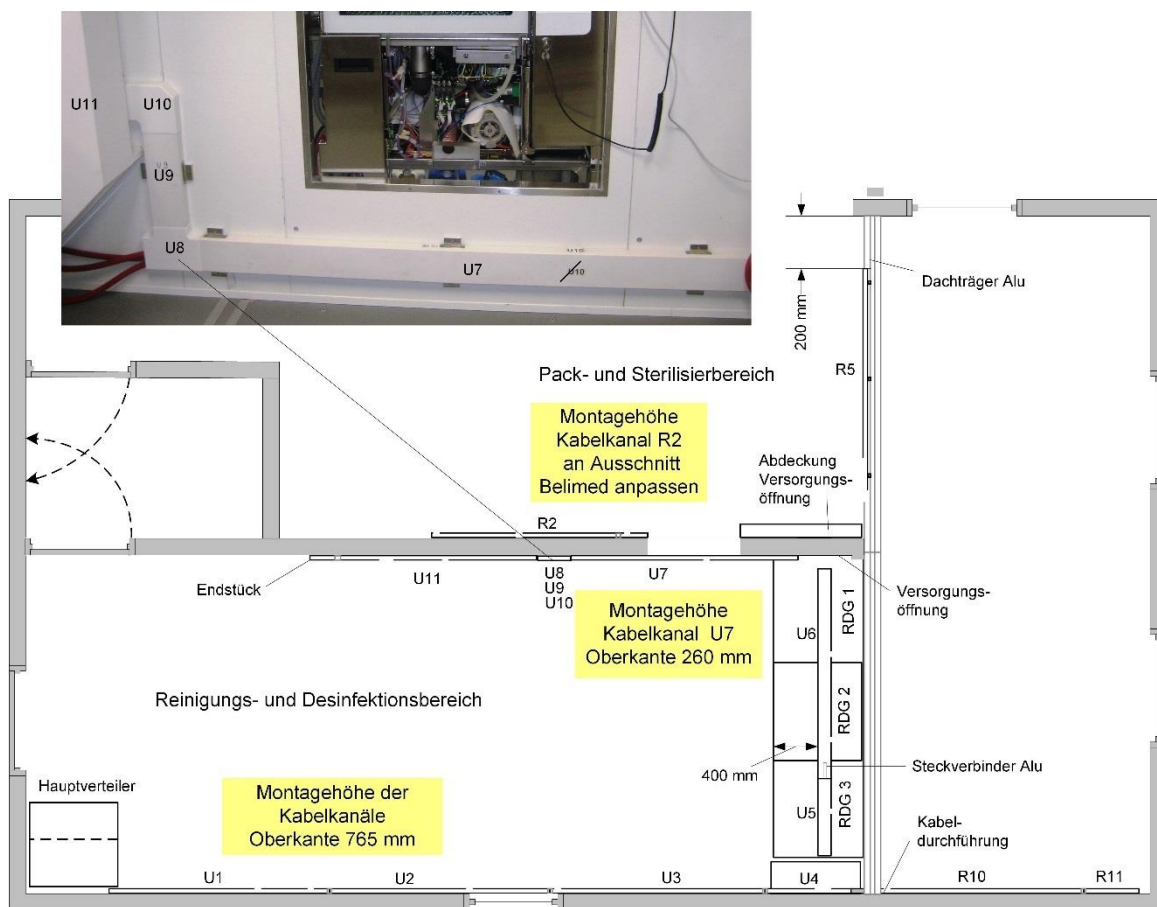

Abb. 3: Position der Kabelkanäle, Endstücke und Steckverbinder im Grundriss CRM
- ◆ Befestigen Sie die Kabelkanäle U7 bis U11 an der Trennwand. Maße siehe Abb. 3:
- ◆ Befestigen Sie den Kabelkanal R2 rechts neben dem Wandausschnitt Belimed (siehe Abb. 3:).